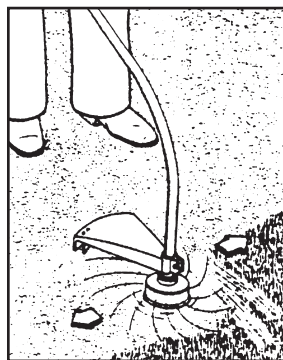

Bild 12.
- Håll trimmerhuvudet parallellt med marken och sväng grästrimmern fram och tillbaka, flytta fram och sväng etc., flytta inte fram så långt om det börjar gå tungt. Se bild 12.